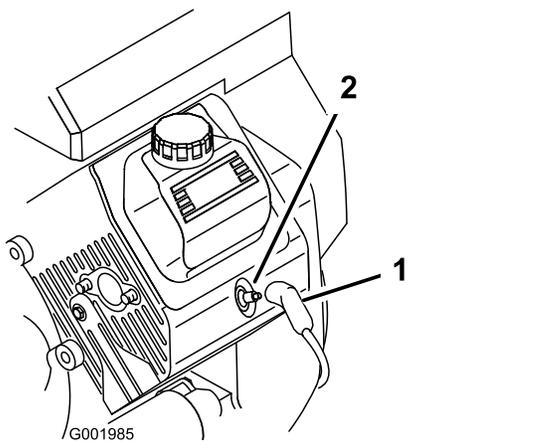

图44
3. 将电线拉离火花塞 图44。
3. 将电线推到火花塞上 图44。